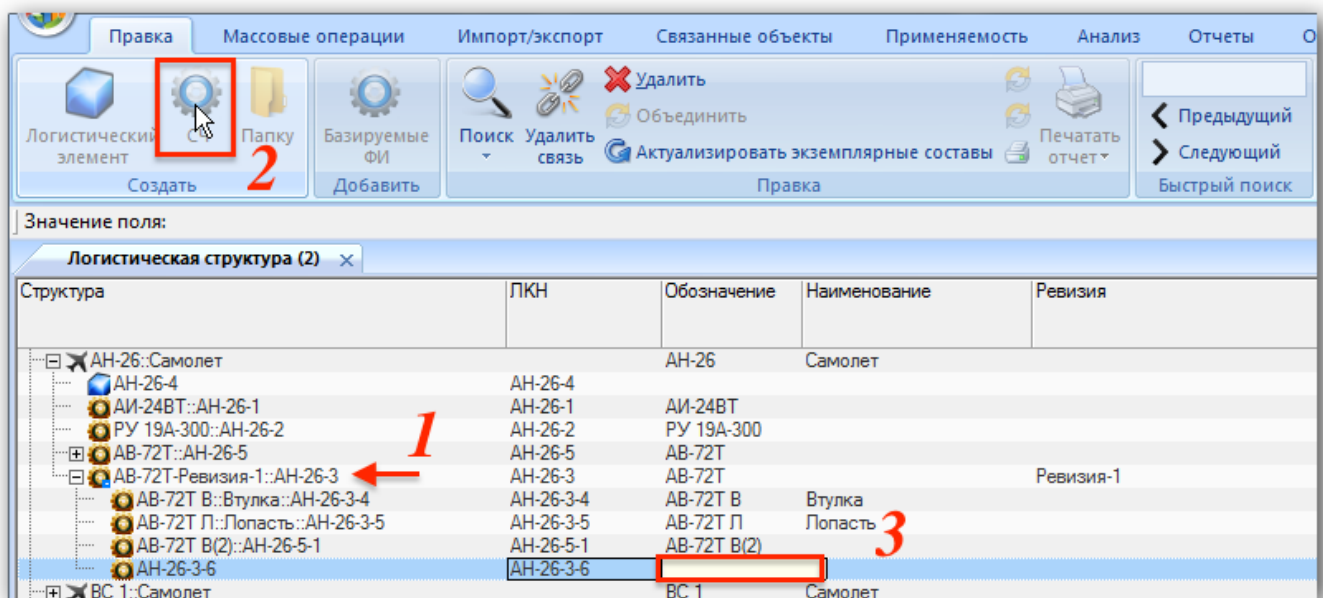

Рис. 10-56 – Создание нового компонента в составе ревизии «Ревизия 1» компонента АВ-72Т
3) Для добавления нового компонента в состав какой-либо ревизии другого компонента (1 на рис. 10-56) необходимо выбрать эту ревизию в окне «Логистическая структура» и нажать кнопку «СЧ» («Компонент») панели «Создать» (2 на рис. 10-56). Затем заполнить поле «Обозначение» для создаваемого компонента (3 на рис. 10-56). Новый компонент будет создан только в составе данной ревизии.